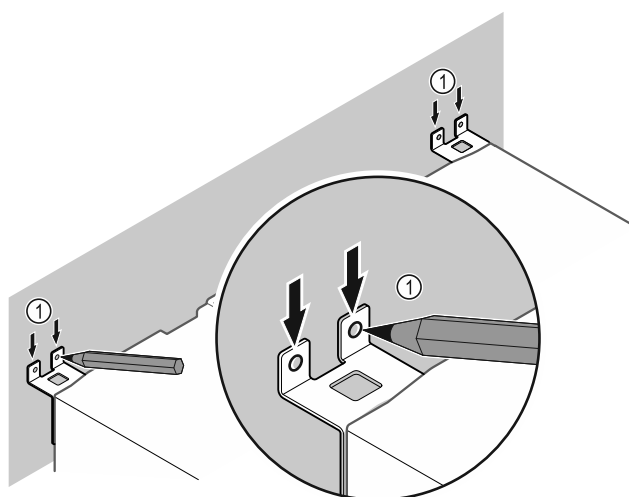

Fig. 50
- Tracer des repères sur le mur Fig. 50 (1).